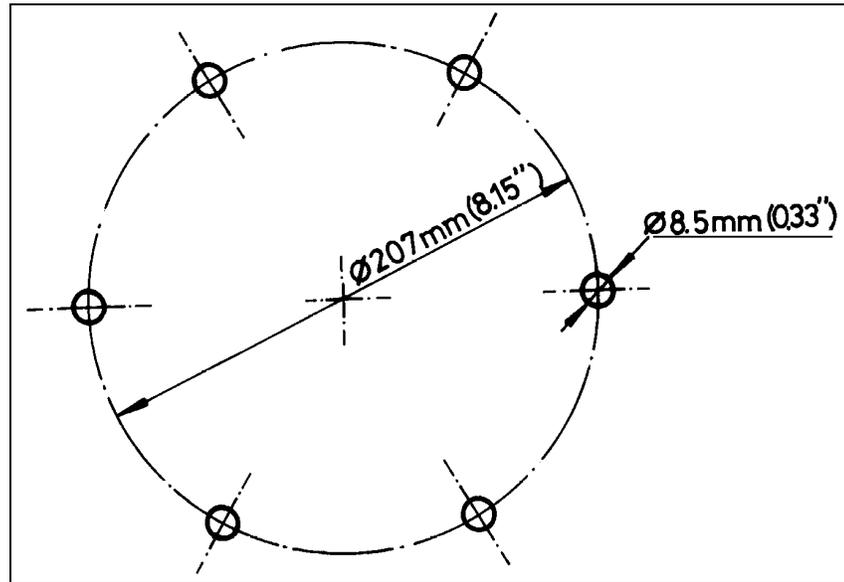

Figura 13: Base del robot
2. Asegure la base del robot a la mesa de trabajo con por lo menos 3 tornillos a 120° , como se muestra en la Figura 13.